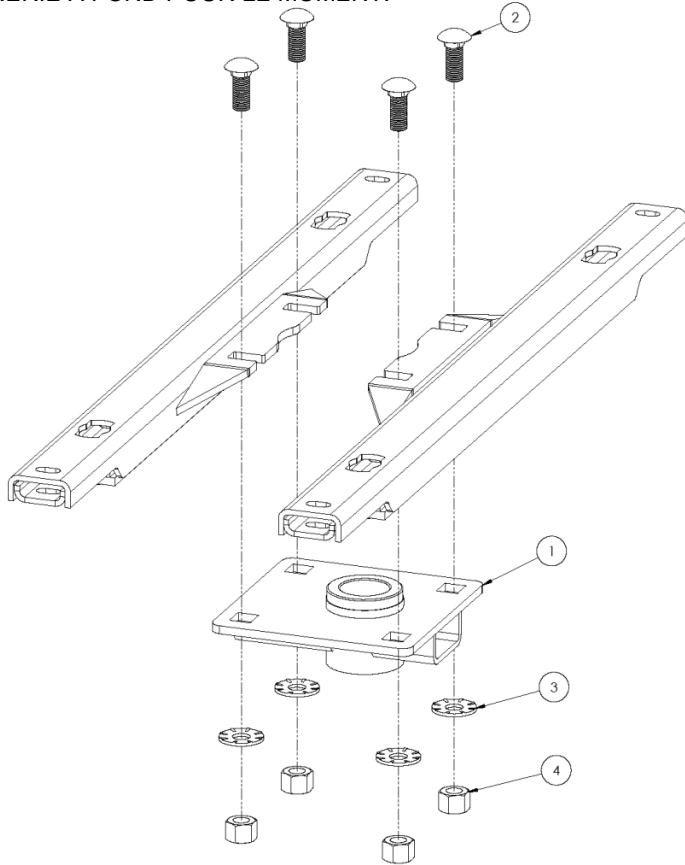

Fig. 8
3. Placer l'attelage col-de-cygne Elite Series sous la camionnette (comme illustré à la figure 8); glisser les boulons de carrosserie ¾ po (2) en place dans les ouvertures des traverses.